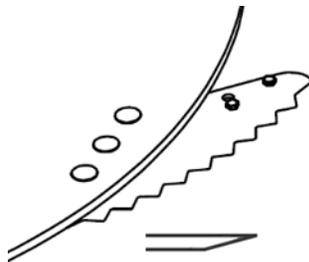

Figure 56 — Couteaux retournés, avec le revêtement de tungstène sur le dessus
2. Quand les dents de tous les couteaux sont usées, retournez tous les couteaux pour que le revêtement de tungstène soit sur le dessus (Figure 56)